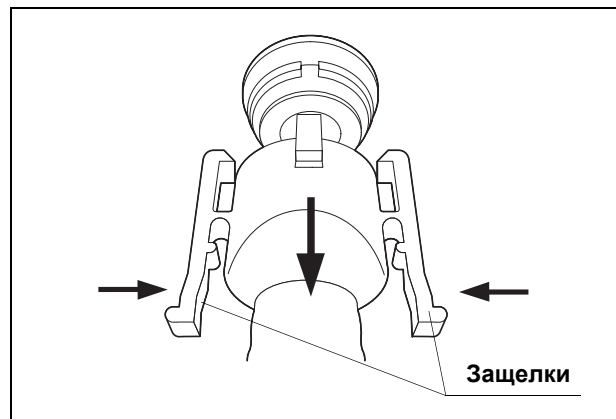

Рис. 7.63
15. Медленно отсоедините трубку, удерживая рукоятки защелок (см. Рис. 7.63).